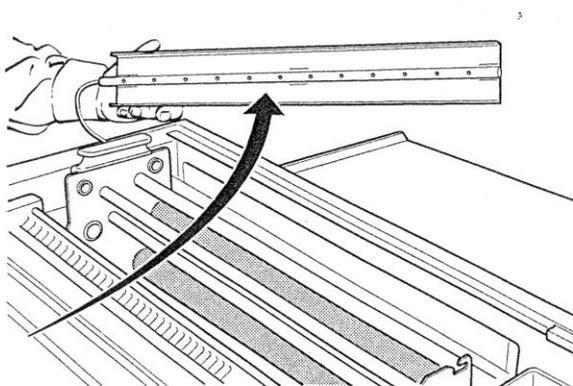

Figure 14
- Снимите крышку распылительной камеры с решетки промежуточной промывки. (рис.14).